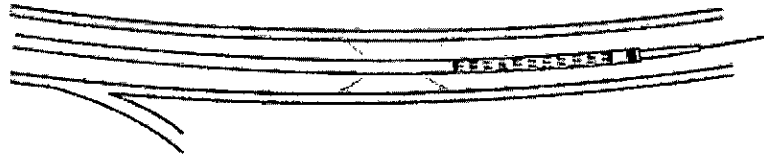

Fig. 4
1. Utilizando guía fluoroscópica, haga avanzar el sistema de implantación sobre la guía rígida de 0,035 pulgadas (0,89 mm) a través de la vaina introductora hasta que los marcadores distales radiopacos de oro del stent hayan sobrepasado el lugar de la lesión que se quiera tratar. (Fig. 4)